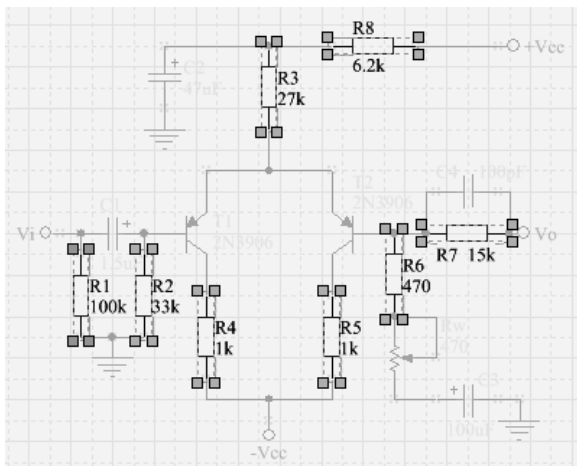

图 2-3-11 掩膜状态
③ 此时只有符合条件的对象（本例中为电阻）被选中，电路图的其他对象变为掩膜状态，如图 2-3-11 所示。
④ 单击屏幕右下角的【Clear】按钮，清除掩膜状态，使窗口显示恢复正常。